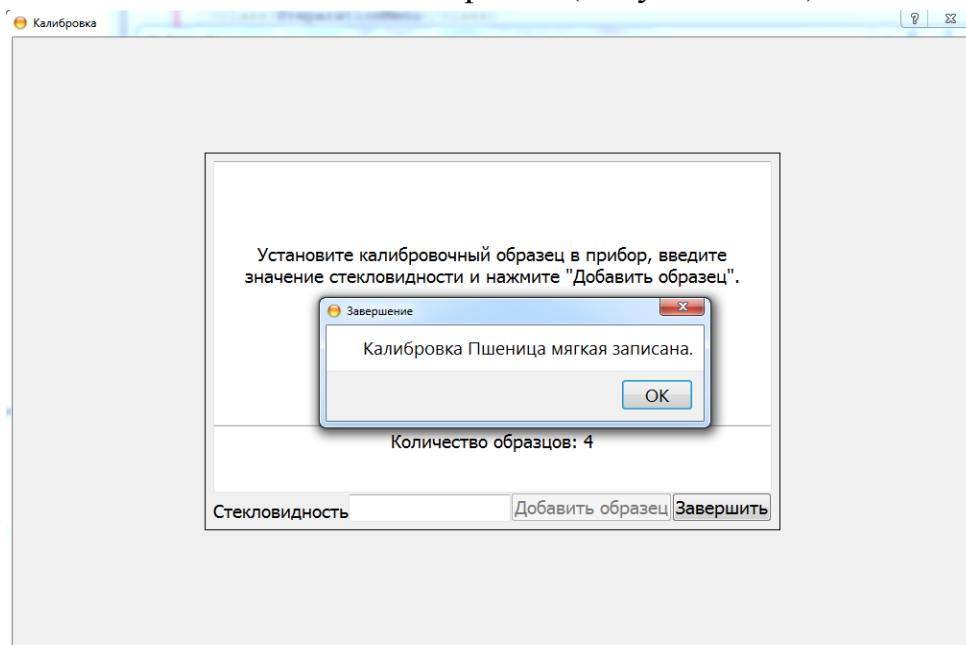

Рисунок 15.15. Запись калибровки.
- После добавления всех образцов нажать кнопку «Завершить» и дождаться сообщения о записи калибровки (Рисунок 15.15).